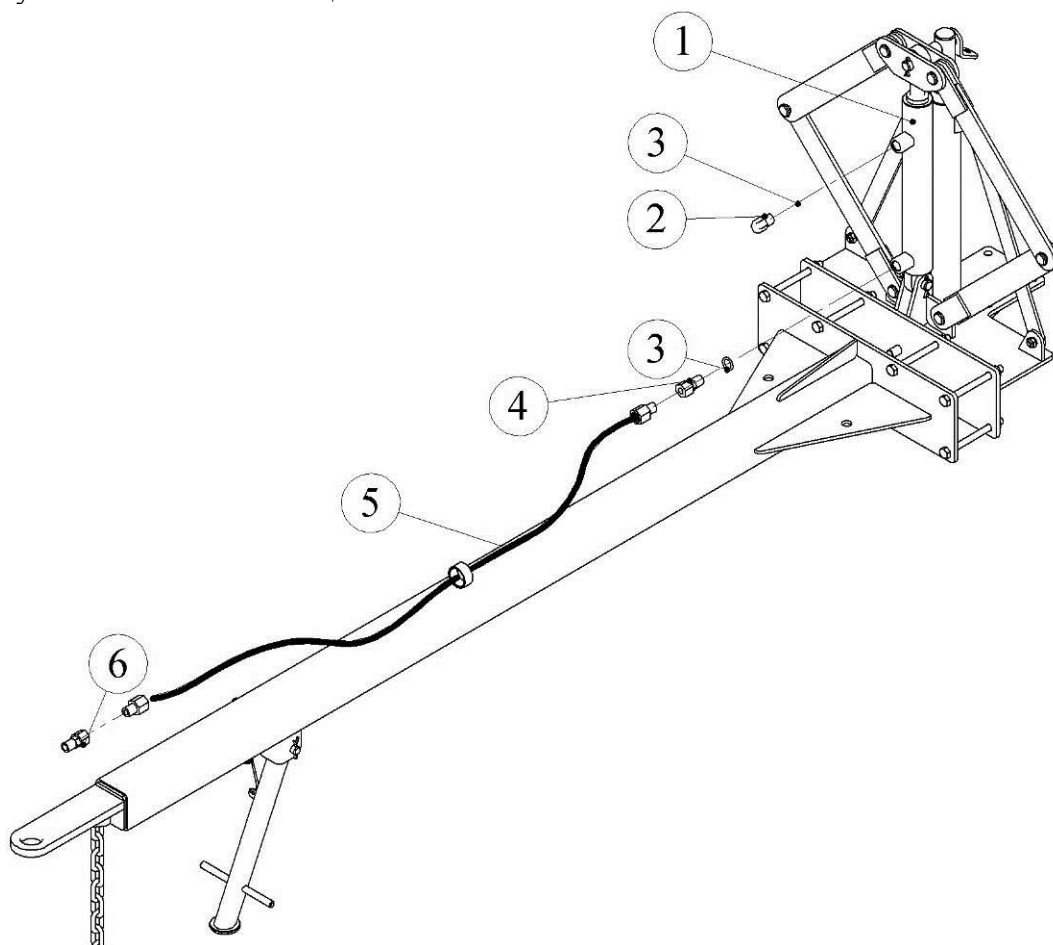

Рис. 4.4.1. Гидросистема ГКП-6
4.4.1. В верхнюю штоковую полость гидроцилиндра (1) установите сапун в сборе (2). Предварительно на сапун наденьте резиновое уплотнительное кольцо (3) (рис. 4.4.1). Войлочный вкладыш сапуна необходимо пропитать 2...3 каплями машинного масла.
Обязательно установите итуцер-дроссель (поз. 4 на рис. 4.4.1). Это обеспечит плавный подъем секций.